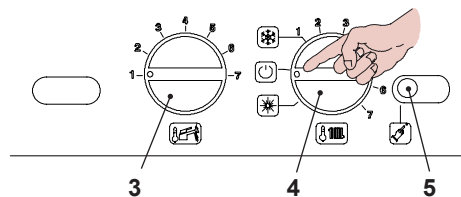

Fig. 6.7
- Spegnere la caldaia portando il selettore di funzione 4 sulla posizione "U" come in Fig. 6.7.